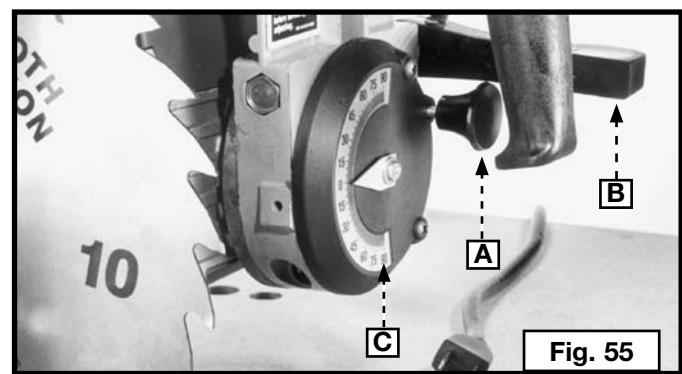

Fig. 55
La perilla indicadora del bisel (A) Fig. 55 proporciona un tope positivo cuando se coloca la hoja de la sierra a 0°, 45°, y 90° hacia la izquierda y 90° hacia la derecha en la escala de bisel (C). Para cambiar el ángulo de la hoja de la sierra, afloje el mango de sujeción de bisel (B), tire hacia afuera la perilla indicadora del bisel (A) e incline la hoja de la sierra y el motor. Para las posiciones de 0°, 45°, y 90° hacia la izquierda y 90° hacia la derecha, libere la perilla indicadora del bisel (A) y la hoja de la sierra se ajustará a cada una de estas posiciones. Apriete el mango de sujeción del bisel (B). Para los ángulos de la hoja de sierra entre topes positivos, coloque la hoja en el ángulo deseado en la escala de bisel (C) y apriete el mango de sujeción del bisel (B) Fig. 55.